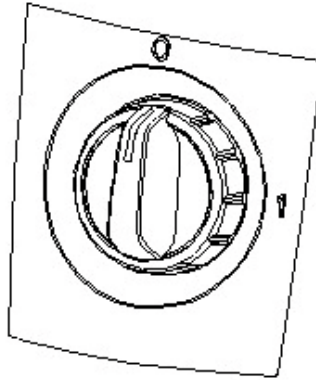

Рис. 5
9.4. На передней части мойки расположен выключатель Рис.5, переведите в положение I для включения и в положение 0 для выключения мойки.
10.2. Обеспечив подачу воды до мойки, включите её и нажмите на курок пистолета для удаления воздуха из магистралей. Включение и выключение производится с помощью выключателя Рис.5.